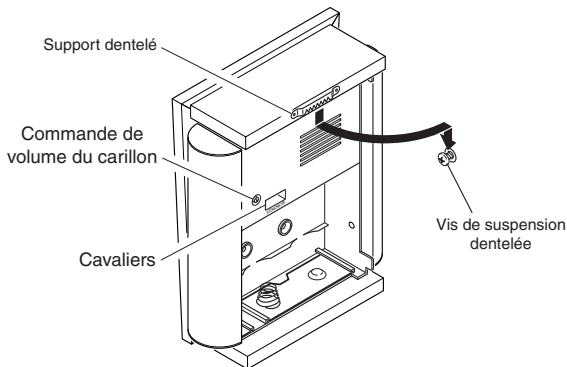

Figure 4
3. Pour installer le carillon, glissez le support sur la tête de la vis (voir la Figure 4).